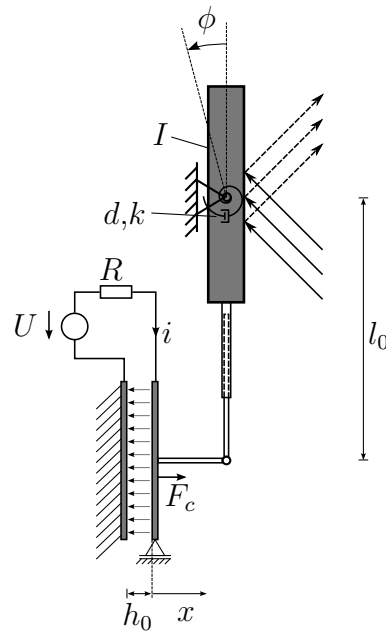

Abbildung 1: Mikroelektromechanischer Spiegel.
- Abbildung 1 zeigt die Prinzipskizze eines mikroelektromechanischen Spiegels. Das drehbar gelagerte Spiegelement (Trägheitsmoment  $I > 0$ , Drehwinkel  $\phi$ ) ist über die masselosen Verbindungselemente (reibungsfreies Linearlager, reibungsfreies Drehgelenk, Anfangsabstand des Drehpunktes des Spiegels zum Drehgelenk  $l_0 > 0$ ) mit einer verschiebbar gelagerten, masselosen Elektrode eines Plattenkondensators verbunden und über eine Drehfeder (linear, Federsteifigkeitskoeffizient  $k > 0$ ) und einen Drehdämpfer (linear, Dämpfungskoeffizient  $d > 0$ ) an das Gehäuse gekoppelt. Die zweite Elektrode des Kondensators ist fest am Gehäuse befestigt. Für die Kapazität des Kondensators gilt  $C_c(x) = \epsilon \frac{A}{h_0+x}$  (Elektrodenfläche  $A > 0$ , Elektrodenanfangsabstand  $h_0 > 0$ , Permittivität  $\epsilon > 0$ ) und die Kraft auf die bewegliche Elektrode lautet  $F_c = \frac{1}{2} \frac{\partial C_c(x)}{\partial x} u_c^2$ . Der Kondensator wird durch den Strom  $i$  eines in Serie mit einer idealen Spannungsquelle (Spannung  $U$ ) geschalteten Widerstandes  $R > 0$  geladen.